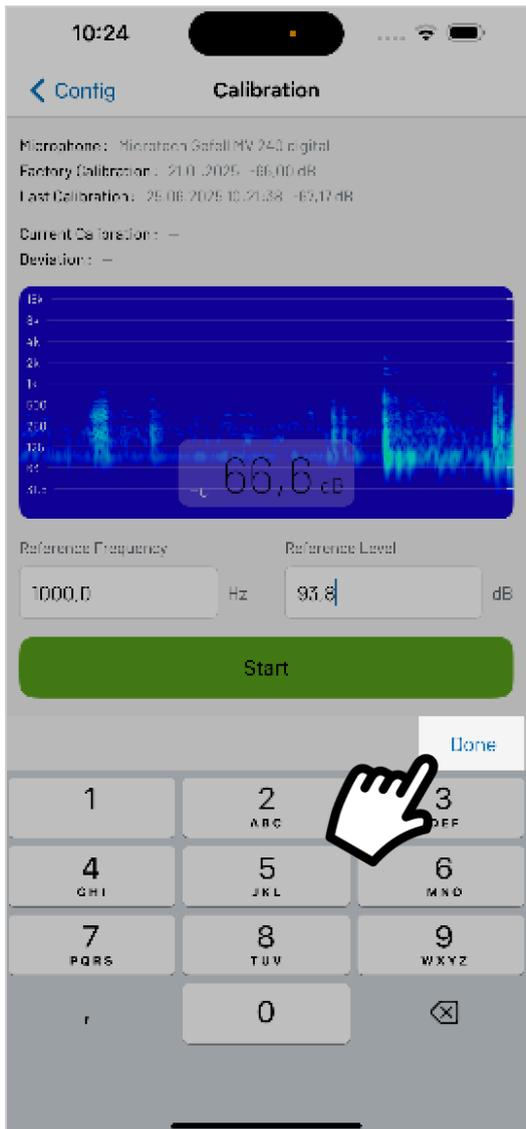

Abbildung 4.1
5. Falls die Frequenz und der Pegel des Kalibrators von den Standardwerten abweicht, müssen die Werte in die vorgesehenen Felder eingetragen werden. Die Frequenz kann zwischen 125 Hz und 4000 Hz eingegeben werden, der Pegel zwischen 90 dB und 130 dB (Abbildung 4.1). Achtung: Die Frequenz- und Pegeleingabe muss mit „Erledigt“ bestätigt werden.